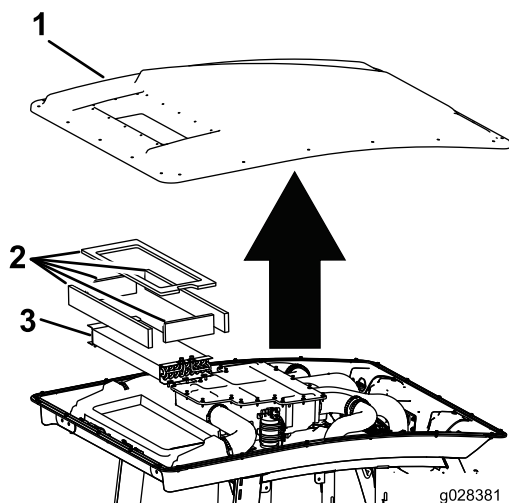

Figura 56
3. Retire os 22 parafusos e porcas flangeadas que prendem o teto à máquina (Figura 56).
4. Retire os filtros (Figura 56).
5. Retire e limpe as serpentinas do ar condicionado (Figura 56).